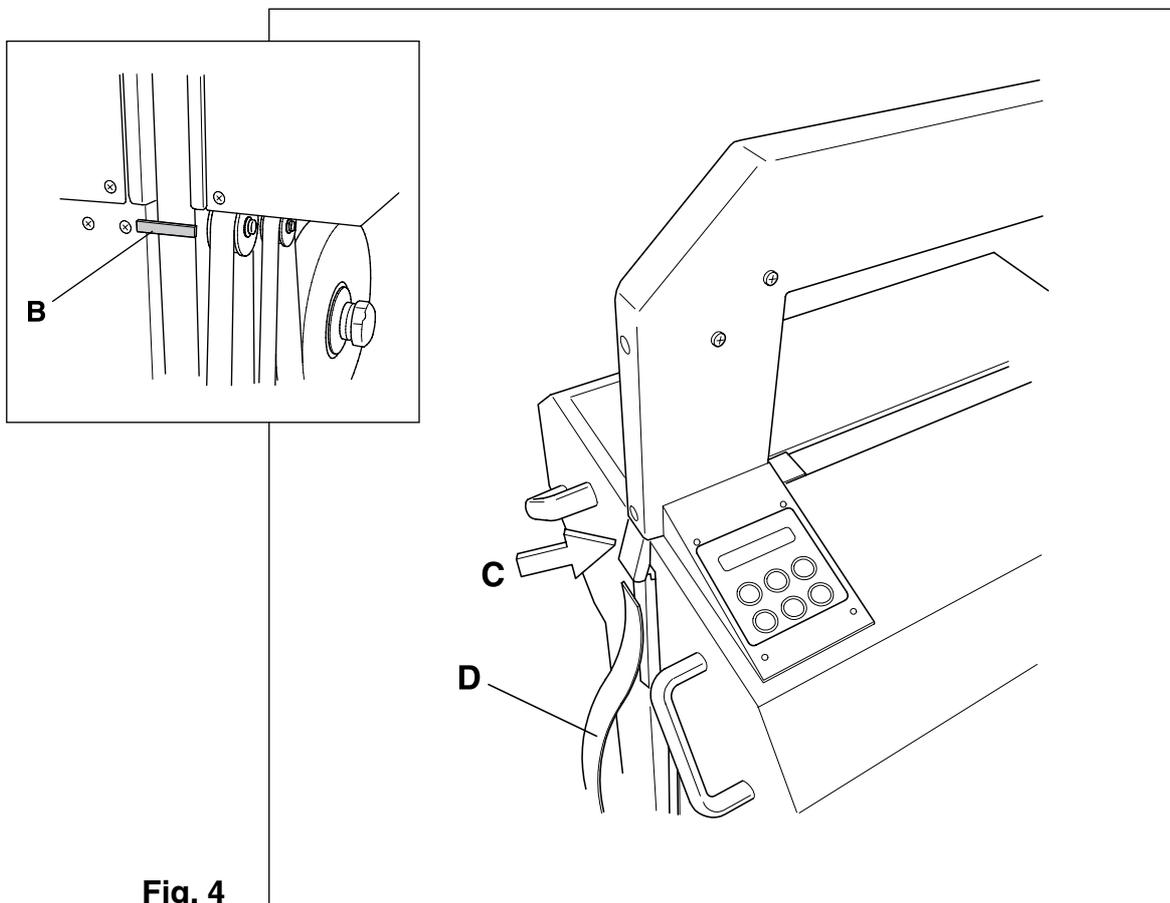

Fig. 4
Luego coloque la cinta sobre los rodillos de material sintético y llévela a través del freno de la cinta (B) (véase fig. 4).